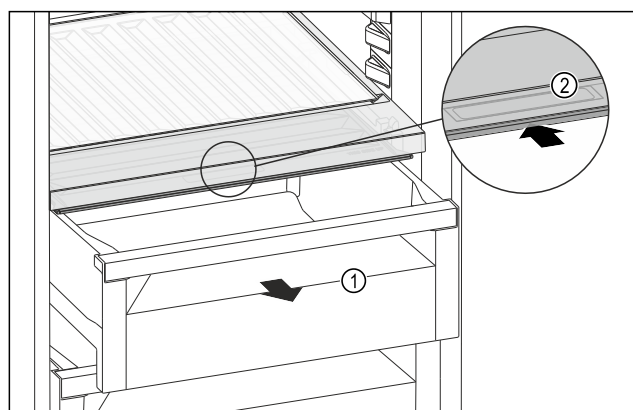

Fig. 215
- ▶ Витягніть висувний ящик Fig. 215 (1).
- ▶ Візьміться за потайну ручку Fig. 215 (2) на кришці відділення й одночасно посуньте кришку відділення назад.